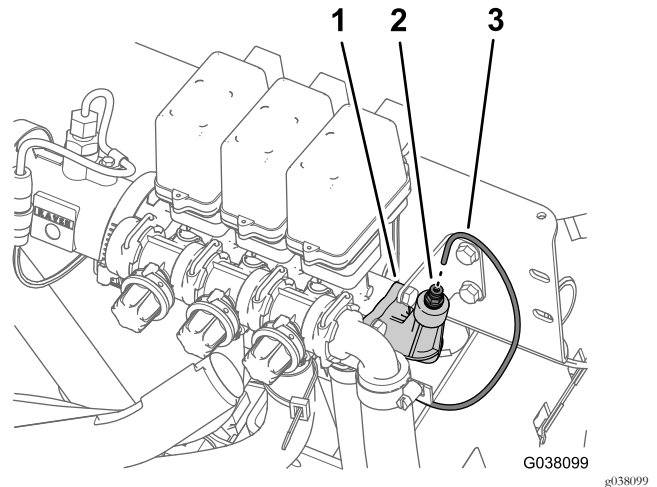

Figura 5
1. Presione el anillo del acoplamiento del tubo en el tapón extremo de la válvula de sección del brazo derecha (Figura 5).
2. Tire del tubo del sensor de presión del indicador del salpicadero para sacarlo del acoplamiento del tubo (Figura 5).